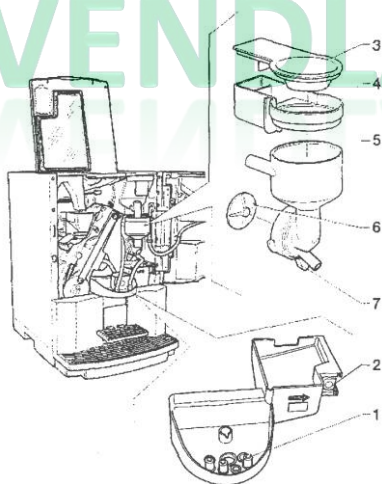

Рис. 25
- снимите крышки, воронки для воды и порошкообразных продуктов, устройства подачи, выдвигающие приспособления для подачи порошков и перемешивающие колеса миксеров (см. рис. 25);